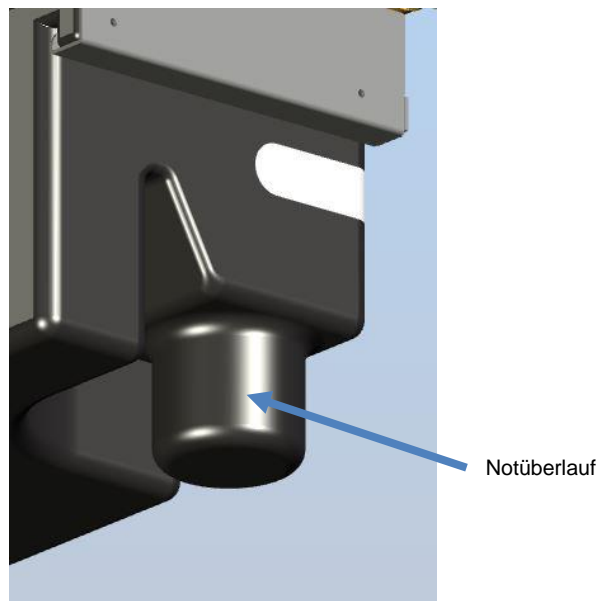

Abbildung 12: Anschluss Notüberlauf
- Das DN 70 Ablaufrohr des Gerätes (siehe Abbildung 12) über eine freie Fallstrecke von mindestens 50 mm und einem nachgeschalteten DN70-Trichter in Kanal oder Hebeanlage einleiten.